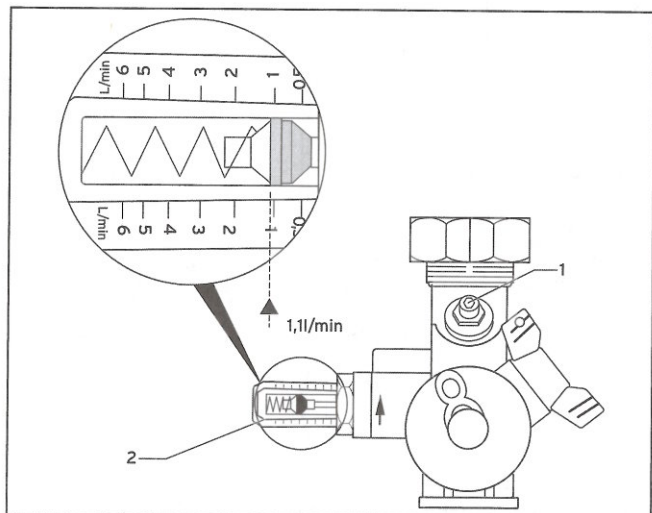

Abb. 6.2 Durchflussmengenbegrenzer
Der Durchflussmengenbegrenzer (→ **Abb. 6.2**) ist ein wesentlicher Bestandteil der Solaranlage.
- Nehmen Sie nach der Grobeinstellung mittels Umwälzpumpe die Feinregulierung mit dem Stellventil (1) des Durchflussmengenbegrenzers (→ **Abb. 6.2**) vor. Der eingestellte Wert kann an der Anzeige (2) abgelesen werden.